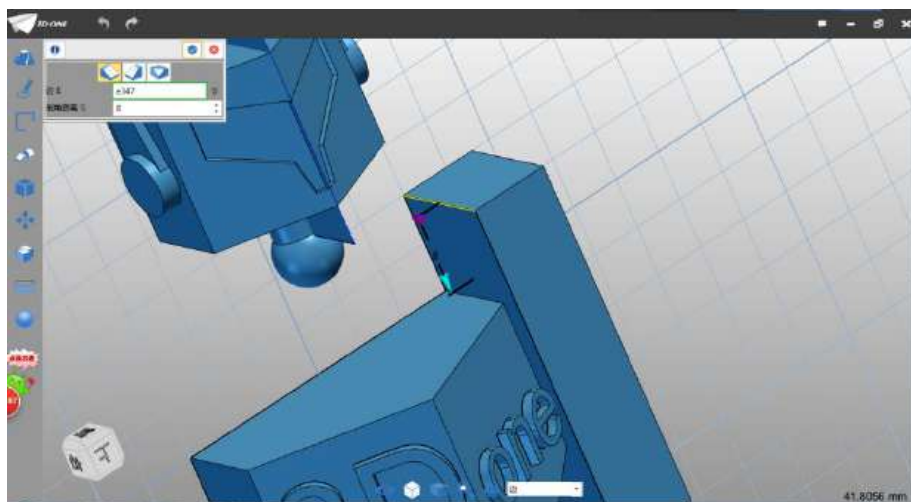

图 3-4
Step 4 点击确定，完成拉伸。选择倒角命令 ，边选择如图所示边线，倒角距离设为 8，如下图 3-4 所示：